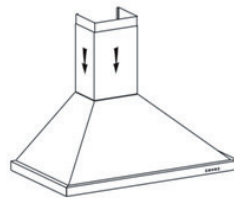

Imagen 4
- 4 Coloque la campana al elemento de sujeción (ver imagen 4).